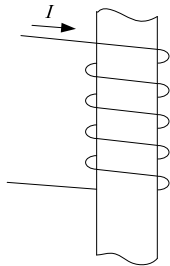

图 1-6 通电螺线管
6. 通电螺线管电流方向如图 1-6 所示，请画出铁心磁力线方向。